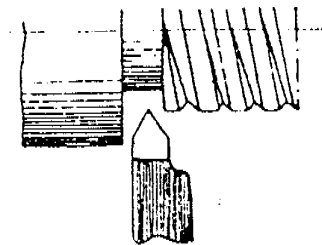

Figura 7 - Ranura de salida
- c. Ponga en marcha el torno y dé una pasada, interrumpiéndola cuando llegue al largo previsto de la rosca ( Figura 7 ).
- b. Si es necesario, repita tantas veces las pasadas con el mínimo de avance en la manivela B hasta obtener el ajuste de la rosca, verificando con el calibrador ( Figura 7 ).